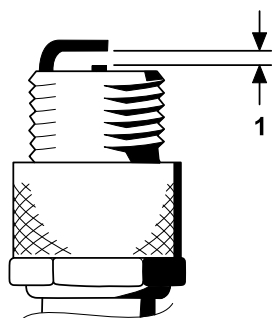

图 35
4. 如图 35 所示将中心电极与侧电极之间的空隙设置为 0.76mm。